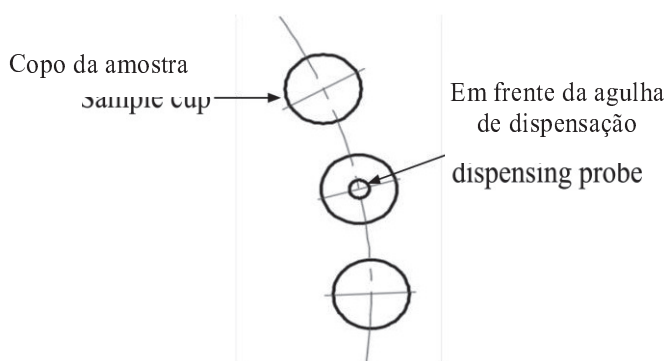

Figura 13-27 Verificando a posição da amostra
- Verifique a posição horizontal e vertical da agulha de amostra: clique no "Y" após [Amostra], a sonda de amostra balança para a esquerda, quando a sonda parar acima da posição da amostra, verifique se a ponta da agulha está no centro do copo de amostra, escolha o tipo de copo de amostra e, em seguida, clique no [vertical] "Y", a agulha de amostra cairá para tocar o fundo do copo, verifique se a ponta da agulha de amostra está no centro do copo de amostra e, em seguida, clique no "Y" [vertical] para levantar a agulha, conforme mostrado na Figura 13-27. Em seguida, clique no [zero] "Y", a agulha de amostra oscila para a esquerda e retorna à posição inicial.